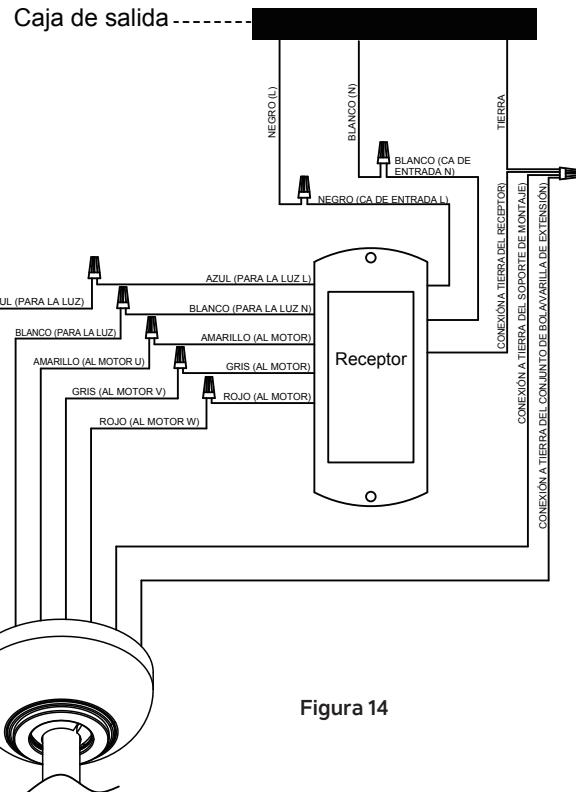

Figura 14
Paso 1. Conecte el cable AZUL (PARA LA LUZ) del ventilador al cable AZUL marcado "PARA LA LUZ L" del receptor. (**Figura 14**)
Paso 2. Conecte el cable BLANCO (PARA LA LUZ) del ventilador al cable BLANCO marcado "PARA LA LUZ N" del receptor. (**Figura 14**)
Paso 3. Conecte el cable AMARILLO (AL MOTOR U) del ventilador al cable AMARILLO marcado "AL MOTOR" del receptor. (**Figura 14**)
Paso 4. Conecte el cable GRIS (AL MOTOR V) del ventilador al cable GRIS marcado "AL MOTOR" del receptor (**Figura 14**)
Paso 5. Conecte el cable ROJO (AL MOTOR W) del ventilador al cable ROJO marcado "AL MOTOR" del receptor. (**Figura 14**)
Paso 6. Conecte el cable NEGRO (L) SE SUMINISTRO de la caja de salida al cable NEGRO marcado "CA EN L" del receptor. (**Figura 14**)
Paso 7. Conecte el cable BLANCO (N) neutro de la caja de salida al cable BLANCO marcado "CA DE ENTRADA N" del receptor. (**Figura 14**)
Paso 8. Conecte los cables de CONEXIÓN A TIERRA (VERDE) del soporte de montaje, la bola de suspensión y el receptor a la CONEXIÓN A TIERRA (VERDE) o el CABLE DESNUDO (COBRE) de la casa. (**Figura 14**)